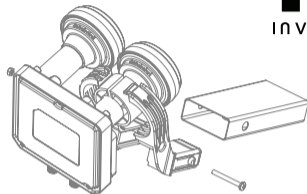

Fig. 1
1. Umieść konwerter w uchwycie antenowym. Zamknij uchwyt i dokręć lekko wkręt obejmy, tak aby móc obracać konwerterem (Fig. 1).